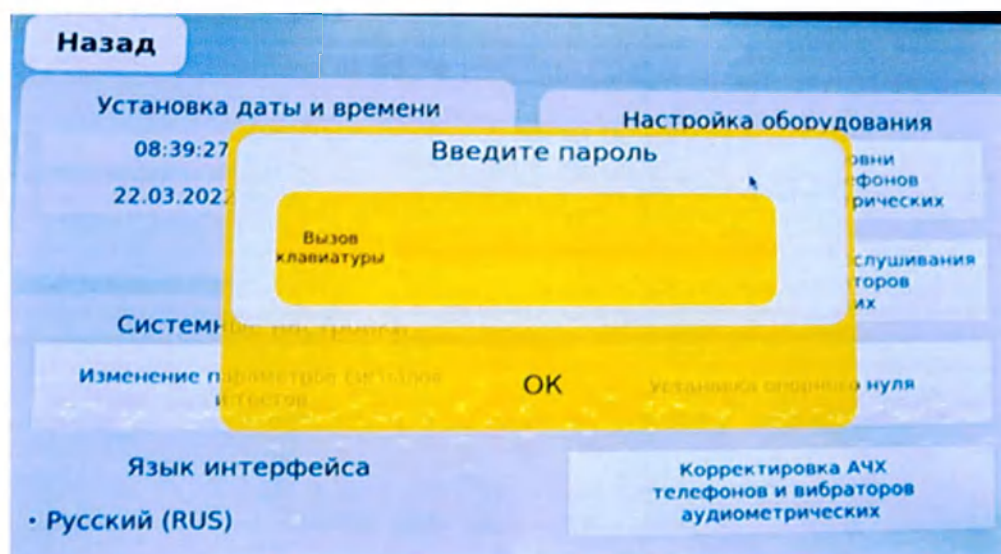
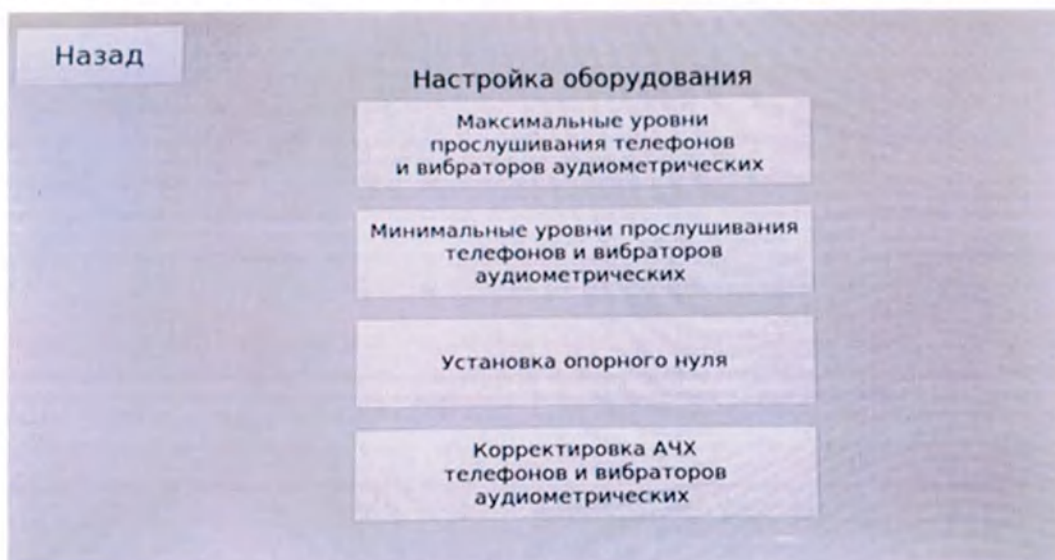

Рис.16. Меню ввода пароля
Рис.17. Калибровка аудиометра
- 5) **Калибровка аудиометра.** (рисунок 17)
Меню предназначено для настройки и обслуживания прибора (рисунок 17). Вход через пароль, заданный заводом-изготовителем (рисунок 16).